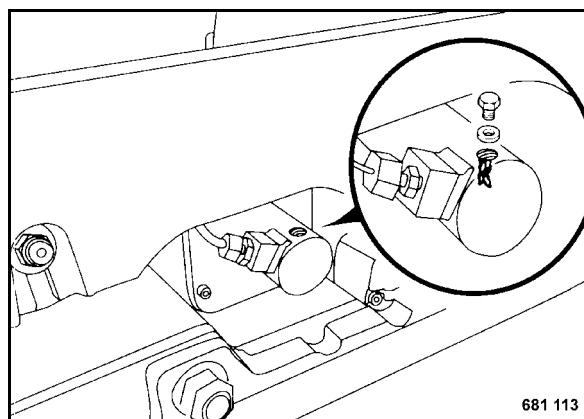

рис. 65
- Отвинтить винт для удаления воздуха (рис. 65).